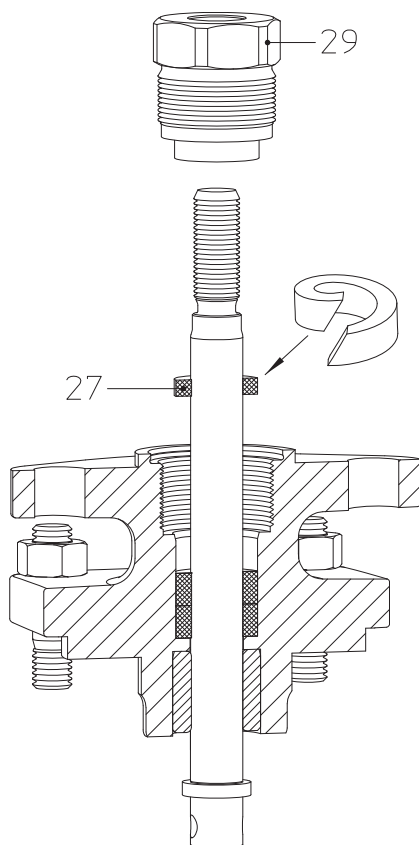
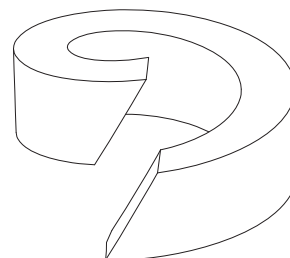

Fig. 10: Junta prensaestopas DN15-100
Fig. 13: geteilter Packungsring
- Colocar un nuevo anillo de empaquetadura (Pos. 27), montaje según Fig. 10 - Fig. 13.
Si se utiliza un anillo de empaquetadura dividido, tener en cuenta realizar un corte oblicuo según figura en la Fig. 13.